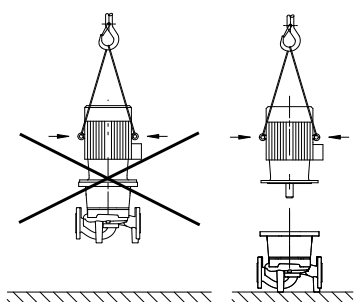

Fig. 8: Fixação do motor
- Os olhais de transporte no motor só servem para o transporte do mesmo e não para toda a bomba (fig. 8)